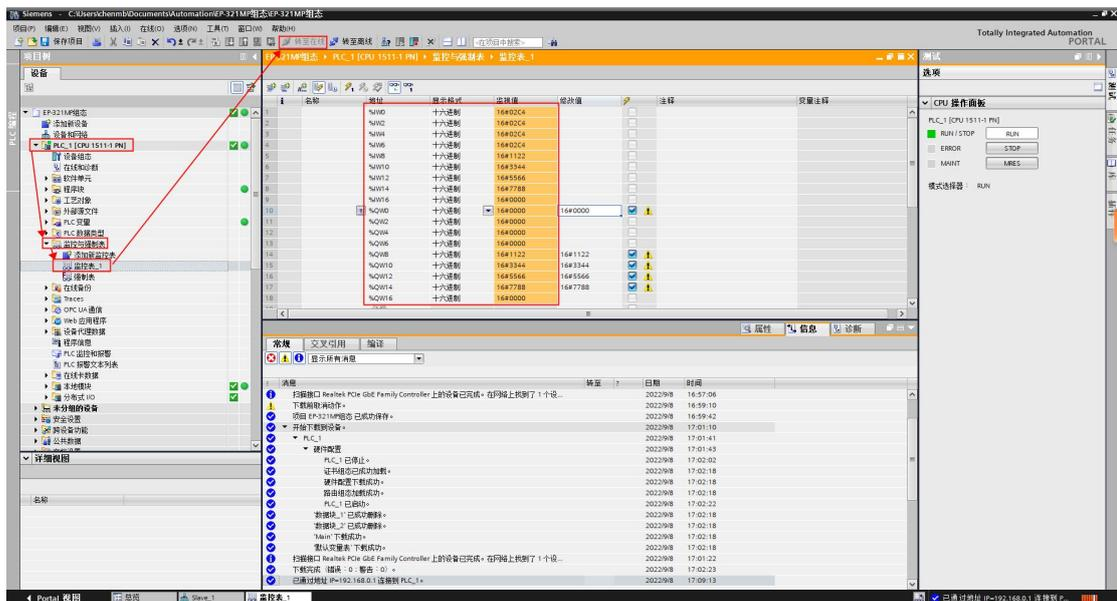

图 17 监控数据
17. PLC 与设备建立连接后，可双击左侧“PLC\_1[CPU1511-1PN]>监控与强制表>监控表\_1，并点击上方”转至在线“，添加需要监控的数据地址，监控详细数据信息，如图 17 所示：